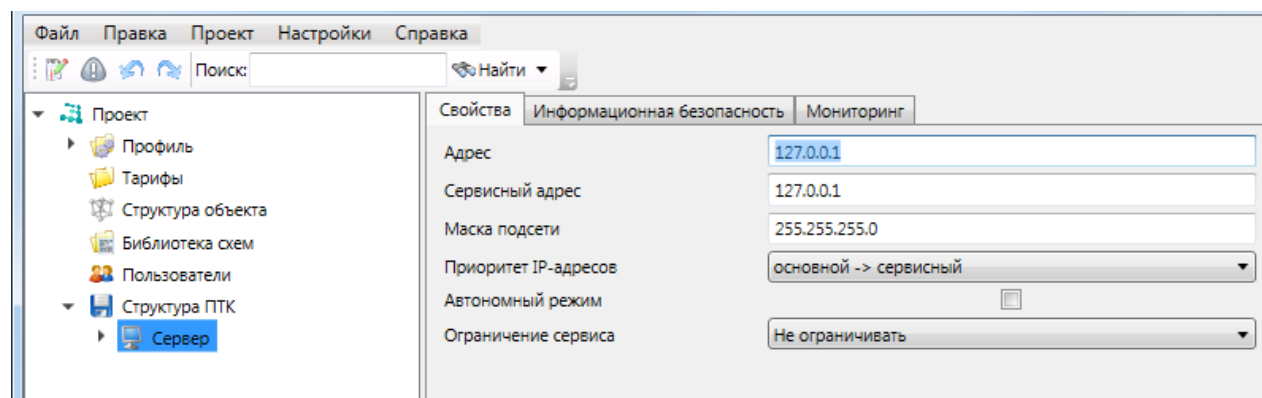

Рисунок 16 – Узел «Сервер» в структуре ПТК
- в разделе «Свойства» узла «Сервер» указать IP-адрес лицензируемого сервера или АРМ ПТК (рисунок 16);